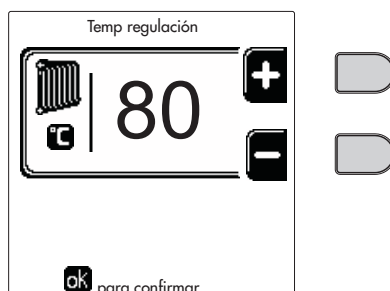
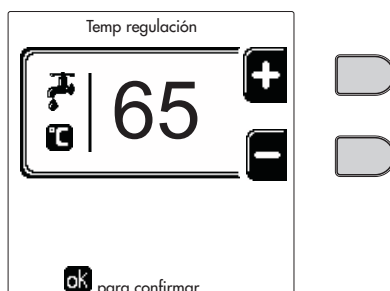

fig. 12
fig. 14
- **ON**. Ante una demanda de calefacción/ACS, la caldera funciona a la temperatura de Regulación de calefacción/ACS (fig. 12/fig. 14) programada.
- **Reducida**. Ante una demanda de calefacción/ACS, la caldera funciona a la temperatura de Regulación Reducida. La temperatura reducida se obtiene restando la temperatura de Regulación Reducción a la temperatura de Regulación calefacción/ACS (fig. 12/fig. 14) programada.